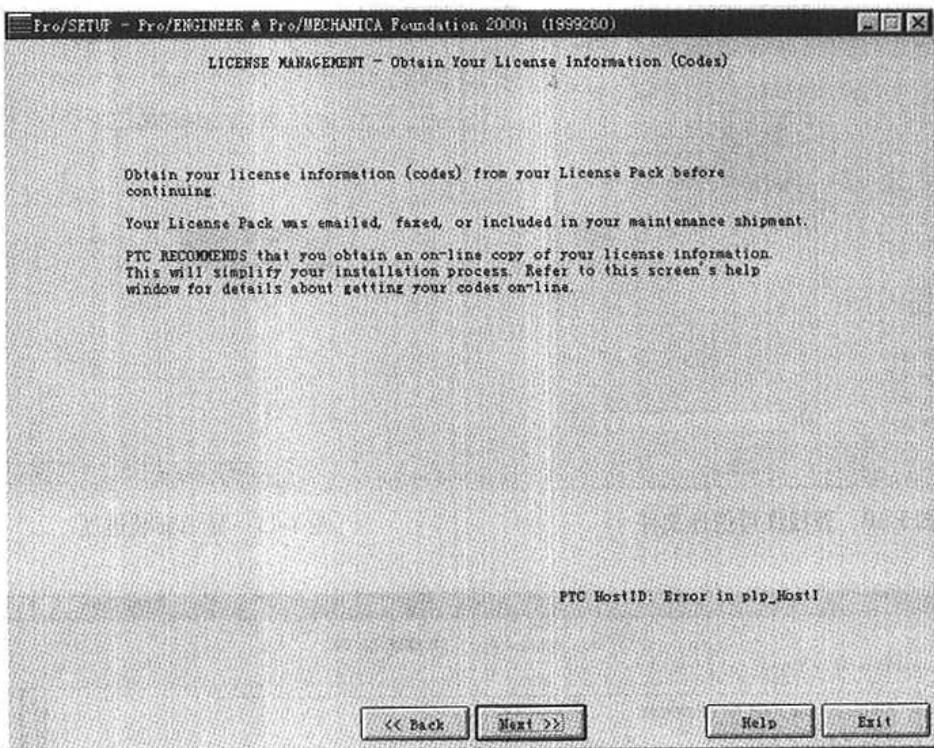

图 1-8 获得许可信息提示
(5) 单击 OK 按钮，建立安装目录，会显示如图 1-8 所示的对话框，提示可以通过网络、传真等方式获得许可信息。